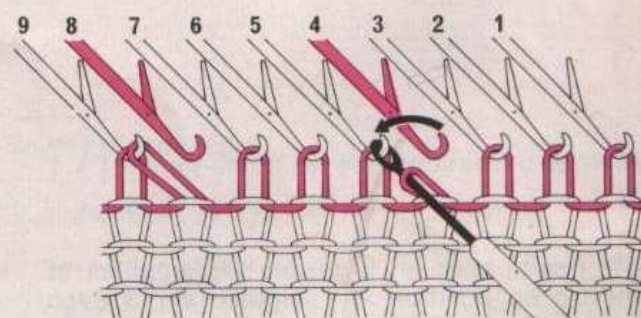

Fig. 79
- **Pour la 3 et 1** - Reporter la maille de l'aiguille (4) sur l'aiguille (5), la maille de l'aiguille (8) sur l'aiguille (9) et ainsi de suite (fig. 79).